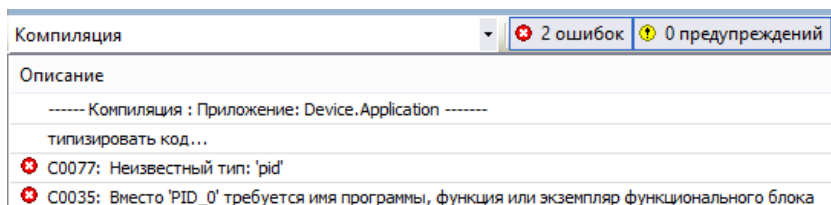

Рис. 40. Ошибки компиляции
3. Запустить компиляцию, в результате которой будет получено две ошибки (рис. 40). Это связано с тем, что к проекту не подключена требуемая библиотека.